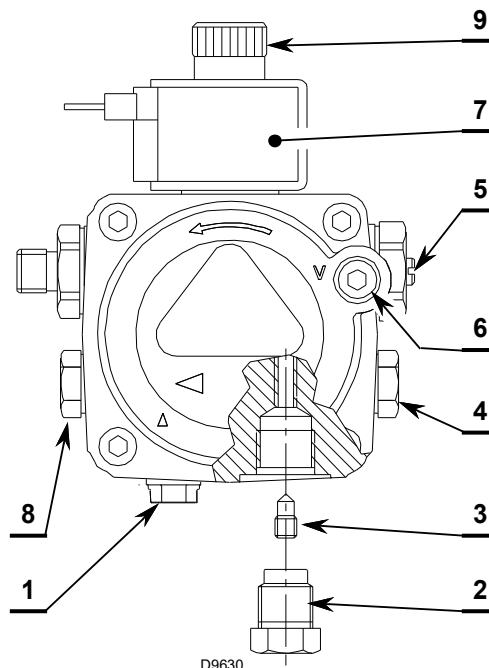

Abb. 17
- Stellen Sie bei Bedarf den Druck durch Betätigen der Schraube 5) Abb. 17 neu ein.